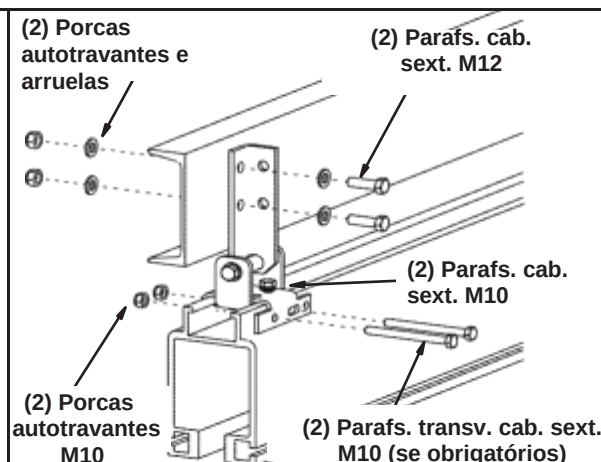

Figura 3-5
- Etapa 5. Alinhe os orifícios com os orifícios do suporte parafusado do canal em C. Consulte a Figura 3-5.
- Etapa 6. Instale os dois (2) parafusos de cabeça sextavada M12 x 50 mm com arruelas planas M12 através do suporte do gancho e do canal em C.
- Etapa 8. Fixe o suporte de montagem do trilho no trilho e aperte com dois (2) parafusos de cabeça sextavada M10 x 30 mm.